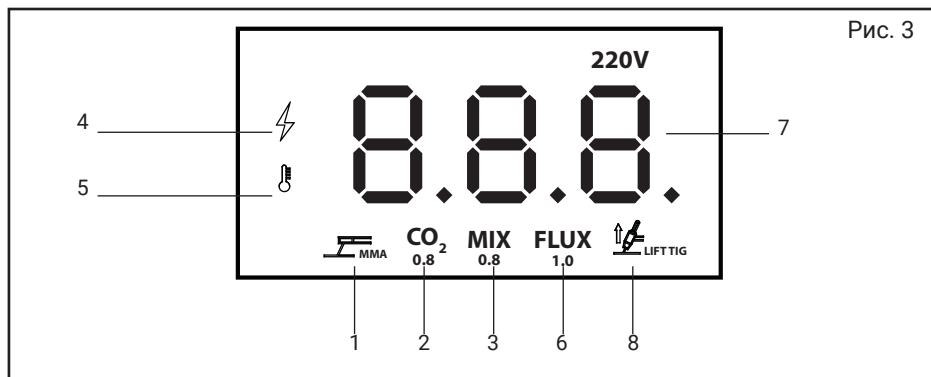

Рис. 3
1. информационный дисплей(более подробное описание на рис. 3, стр. 9); 2. регулировка напряжения сварочного контура; 3. регулировка сварочного тока; 4. разъем для подключения сварочной горелки; 5. разъем «+» для подключения силового кабеля с электрододержателем; 6. разъем «-» для подключения силового кабеля с зажимом; 7. кнопка выбора режима сварки; 8. рукоятка для транспортировки; 9. шнур питания; 10. кнопка включения; 11. клемма заземления; 12. вентилятор охлаждения; 13. штуцер для подключения газа.
7.1.3 После подключения сварочного инвертора к сети, для включения необходимо перевести выключатель (рис.1, поз. 10) в положение «вкл.», после чего на дисплее (рис. 1, поз. 1) появится соответствующее обозначение (рис. 3 поз. 4).
7.1.4 Выбор режима MMA устанавливается нажатием на кнопку выбора режима сварки (рис. 1, поз. 7), при этом загорится соответствующее значение на информационном дисплее (рис. 3, поз. 1).